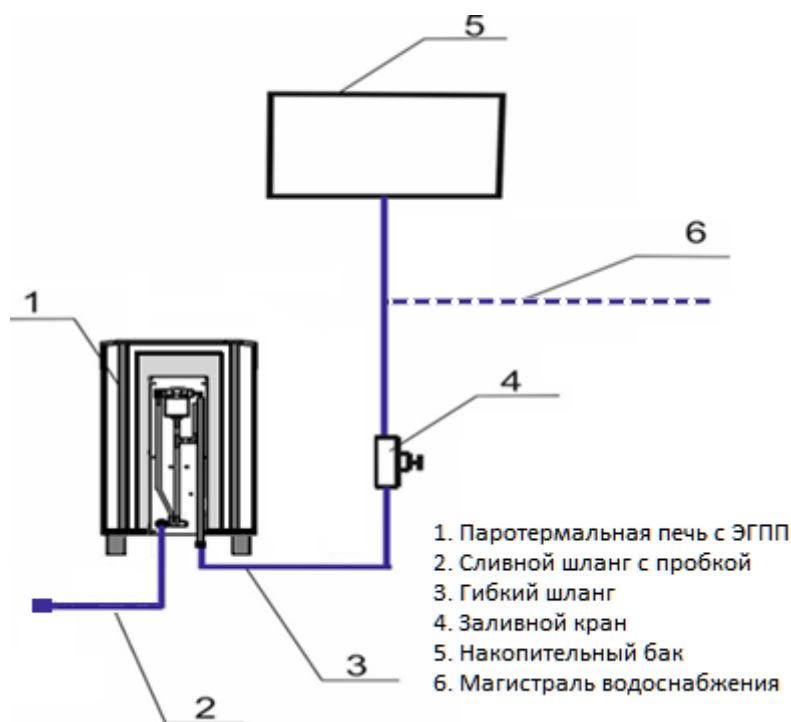

Рис.4 Схема подключения ЭГПП при эксплуатации в автоматическом режиме заполнения водой.
- 2.2.4 При организации заполнения Устройства водой подключить его с помощью гибкого шланга к водопроводной сети или накопительному баку, расположенному в смежном помещении. (См. рис. 4). В любом случае перед Устройством следует установить запорный кран (поз.4 рис.4). Установить кран слива воды (поз.2 рис.4), либо заглушить сливной штуцер резьбовой пробкой. Для предотвращения образования известковых отложений, значение жесткости воды должно находиться в диапазоне от 0,5° до 5°Е. Рекомендуется использование специальной установки-деминерализатора (с обратным осмосом).
2.3.2.1 Вставить пробку в шланг слива воды (поз.2 рис.4) и открыть заливной кран (поз.4 рис.4).
2.3.2.6 После окончания работы рекомендуется слить воду из системы. Для этого закрыть заливной кран (поз.4 рис.4) и вынуть пробку из силиконового шланга (поз.2 рис.4). Дождаться полного слива воды из системы, выключить Устройство на пульте управления. Оставить заливной кран и сливной шланг в таком положении до следующего включения Устройства.